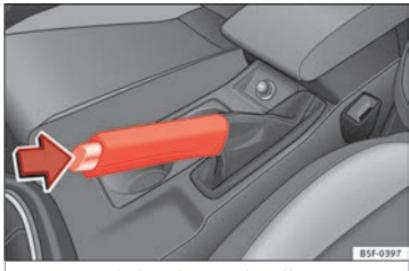

Fig. 196 Frein à main entre les sièges avant.
– Serrez le frein à main à fond en tirant le levier vers le haut »» **fig. 196**.
– Soulevez légèrement le levier du frein à main, appuyez sur le bouton de déblocage dans le sens de la flèche »» **fig. 196** et abaissez le levier au maximum »» **△**.